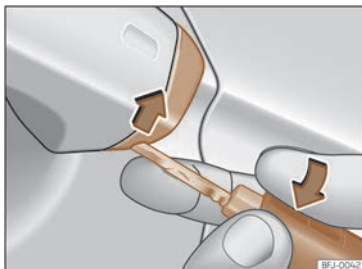

Fig. 50 Mânerul de pe ușa șoferului: pentru deschidere, scoateți capacul.
- Introduceți lama cheii în fanta inferioară a capacului de pe mânerul ușii șoferului >>> **fig. 50**, apoi scoateți capacul împingându-l în sus.